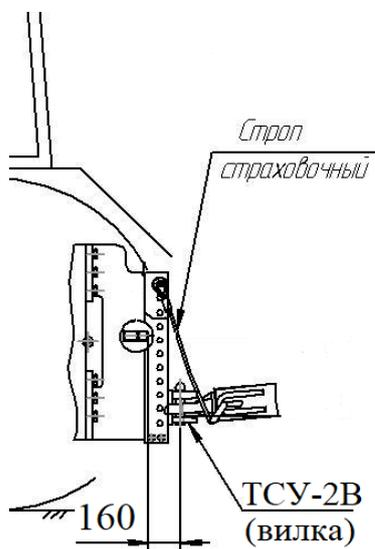

Рисунок 7 – Схема агрегатирования с трактором
- соединить сцепную петлю прицепа с ТСУ трактора и закрепить страховочные стропы к месту крепления на тракторе (рисунок 7);